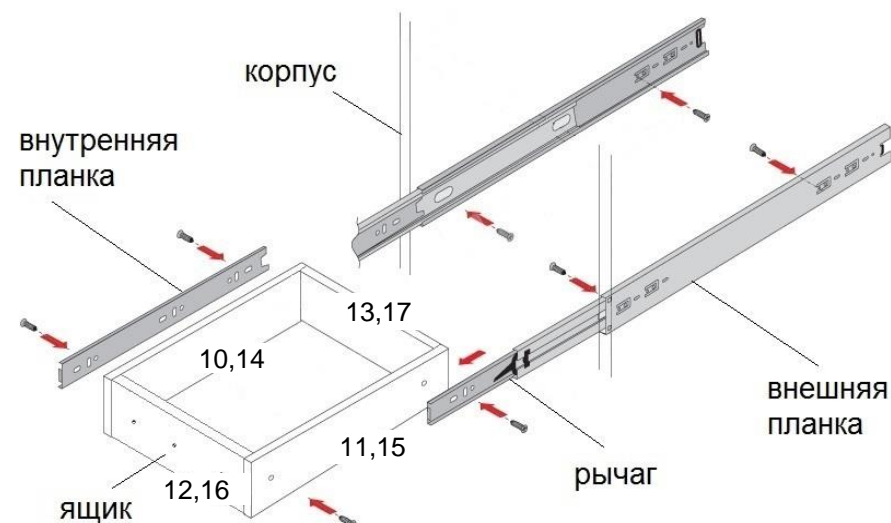

рис. 1
- 1 Возьмите направляющую (д) и потяните до полного выдвижения. Нажмите на рычаг вниз (рис.1) и отделите внутреннюю планку. Внешние неподвижные планки закрепите шурупами (м) к стойкам 5 и 6 в отмеченных точках. Также закрепите внутренние планки к левой 10, 14 и правой 11, 15 боковинам ящиков.